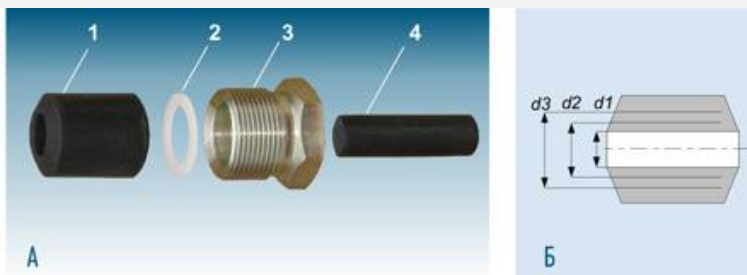
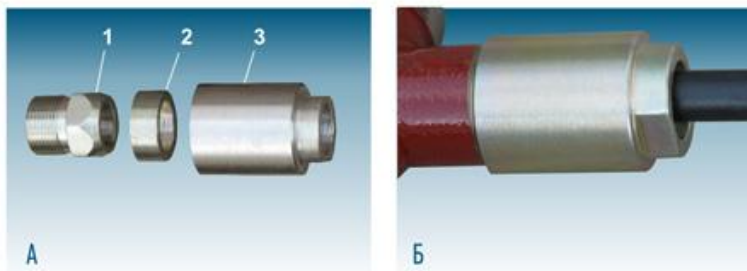

Рис. 2. Устройство крепления металлорукава УКМ-10 (-12) для кабельного ввода "D12":
Рис. 4. Кабельные вводы "D18", "D26" (и "D12" некоторых изделий) оснащены хомутами, предназначенными для крепления металлорукава или брони кабеля:
- 1) Устройство крепления металлорукава "УКМ-10" или "УКМ-12" для кабельного ввода D12* (рис. 2). Устройства предназначены для крепления металлорукава, внутренним диаметром 10 мм (УКМ-10) и 12 мм (УКМ-12). Состоят из резьбовой втулки 1 (сталь) и втулки 2 (латунь). Крепление осуществляется наворачиванием металлорукава на втулку 2, на конце которой предварительно выполняется выступ (~ 1,5 мм) при помощи плоскогубцев. Пример обозначения: «*Наименование изделия* -...-УКМ-10» (или «... -УКМ-12»);
- 3) Кабельные вводы D18, D26 (и кабельные вводы D12 некоторых изделий*) оснащаются нажимными резьбовыми втулками с хомутами, предназначенными для крепления брони и металлорукава (рис. 4).
* Примечание: Изделия, имеющие кабельные вводы с наружной резьбой M24, по умолчанию в заказе комплектуются резьбовой втулкой поз. 3 по рис. 1. На резьбу M24 можно установить устройство "УКМ-..." (рис. 2) или "УКБК-15" (рис. 3). Изделия с кабельными вводами без резьбы M24 по умолчанию в заказе комплектуются резьбовыми втулками с хомутами (рис. 4). При необходимости комплектации кабельных вводов с резьбой M24 резьбовыми втулками с хомутами, в обозначении изделия записывается: "... - D12X" (кабельный ввод D12 с хомутом).